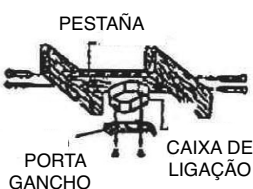

FIGURA 1
1. Utilizando os dois parafusos, fixe o gancho ao aparelho tal como é mostrado na Figura 1.